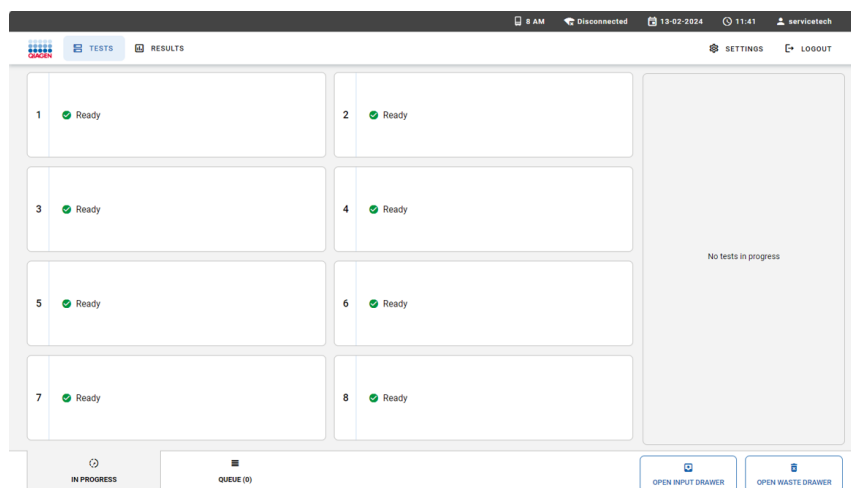

Bild 11. Skärmen Main test (Huvudtest).
1. Tryck på **OPEN WASTE DRAWER** (ÖPPNA AVFALLSLÅDAN) i det nedre högra hörnet på huvudtestskärmen (Bild 11), och ta bort använda kassetter från tidigare körningar. Kontrollera om det finns utspillda vätskor i avfallslådan. Rengör vid behov avfallslådan enligt beskrivningen i avsnittet 8 Underhåll.
3. Tryck på knappen **OPEN INPUT DRAWER** (ÖPPNA INMATNINGSLÅDAN) i det nedre högra hörnet på huvudtestskärmen (Bild 11).